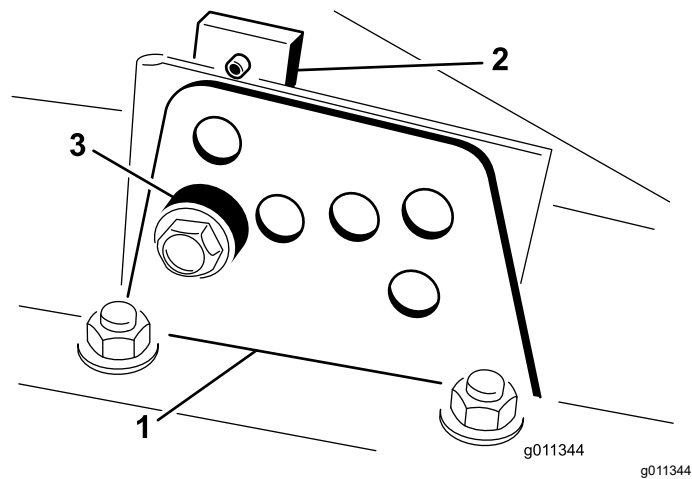

図 22
4. チェンバを支持しておきながらスペースを取り外す 図 22。
2. 図 22 のように、各刈り高ブラケットを刈り高プレート前と右と左に固定しているボルトをゆるめる。